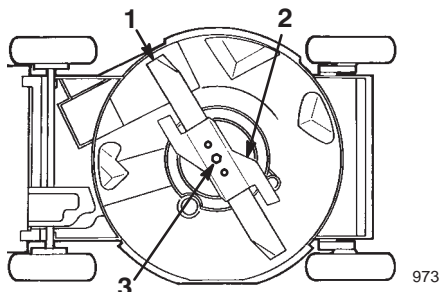

Figure 30
4. Basculez la tondeuse sur le côté **gauche** (filtre à air vers le haut) (Fig. 30).